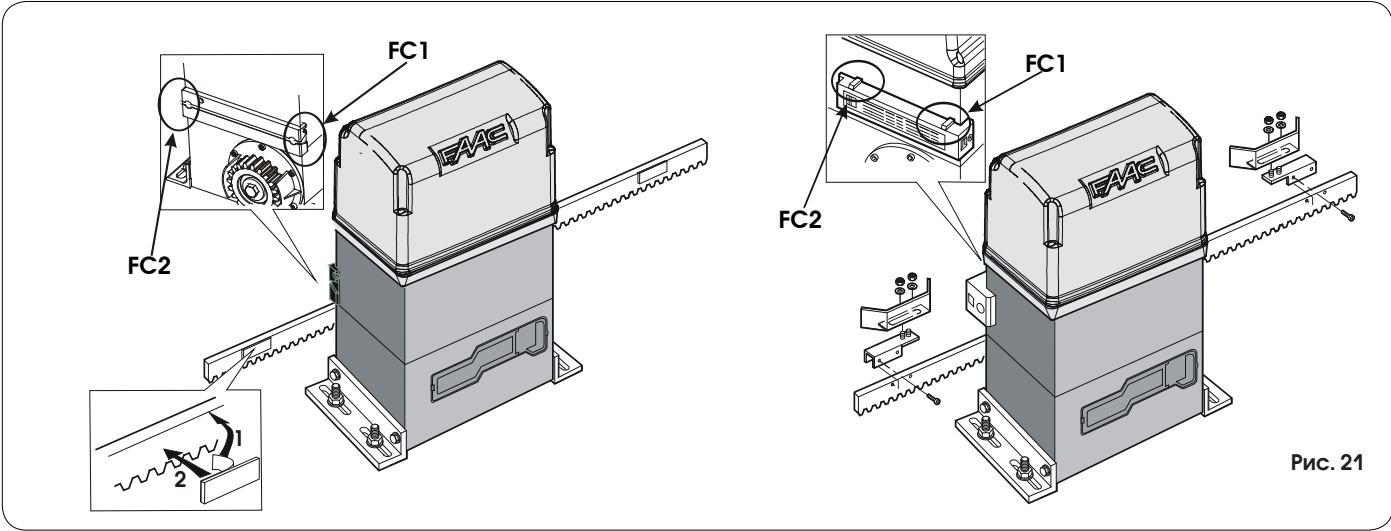

Рис. 21
- Отключите исполнительное устройство и, сдвигая ворота вручную, проверьте эффективность концевых выключателей, проверяя состояние светодиодов входов (см раздел 6.1). Если вы смотрите на ворота со стороны, где установлено управляющее устройство, светодиод FC1 должен погаснуть, когда при движении слева направо достигаете положение остановки, а FC2 должен погаснуть, когда при движении справа налево достигается положение остановки (также см. рис. 21).